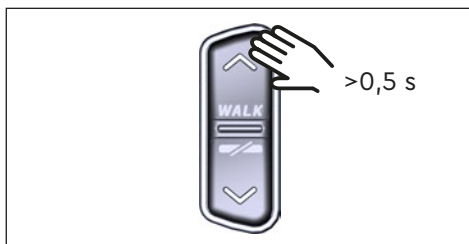

Fig. 7: Activar la asistencia para caminar
- ▶ Cuando la e-bike esté parada, pulse el botón ARRIBA del Remote durante más de 0,5 s (véase Fig. 7) para activar la asistencia para caminar.